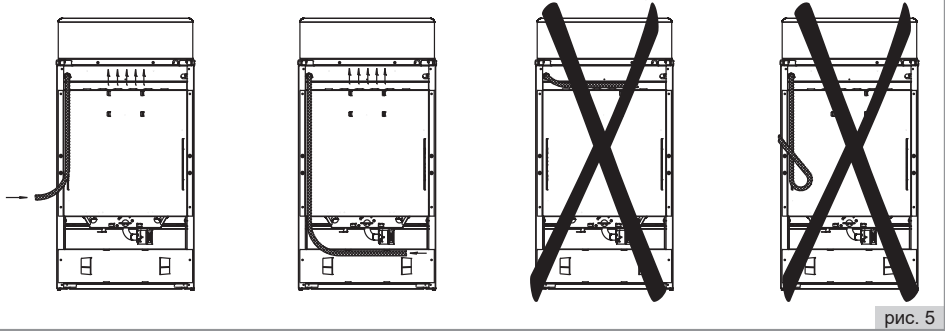

рис. 5
- гибкий присоединительный рукав не должен проходить в зоне горячего воздуха дымохода и касаться задней стенки плиты (рис. 5);
**!** **ПОМНИТЕ!** После установки плиты на место обязательно проверьте положение гибкого шланга подвода газа (рис. 5). Он не должен проходить над дымоходом и касаться задней стенки плиты. Во время работы духовки там возникает высокая температура, которая может его повредить.